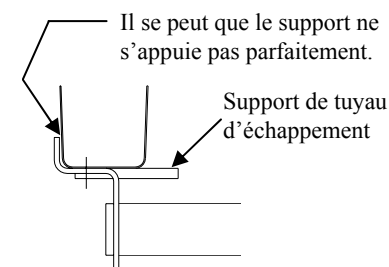

Figure 4.
- S'assurer que l'attelage est bien centré sur le véhicule. Il se peut que les supports ne soient pas parfaitement appuyés contre les côtés des longerons. Voir la figure 4.